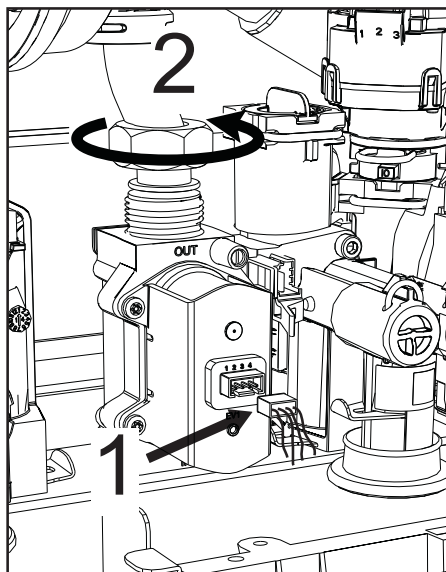

fig. 57
- Desconecte los conectores eléctricos "1" (fig. 57).
- Desconecte el tubo de entrada de gas "2" (fig. 57)